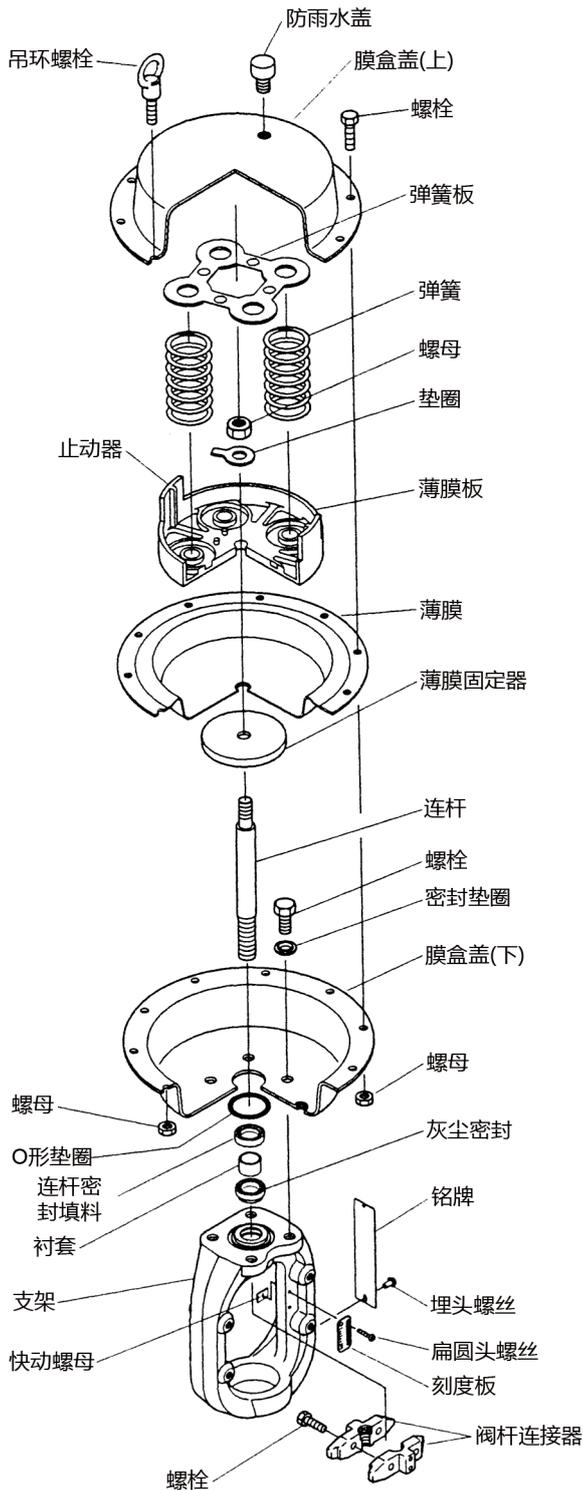

图 4-7 反作用型 (PSA1R、PSA2R)
B. 反作用型 (参见图 4-7 或 4-8)
- 请参考图 4-7 和 4-8。
— 请按照正确的方向安装连杆的密封填料和灰尘密封圈。请参考图 4-7 和 4-8。